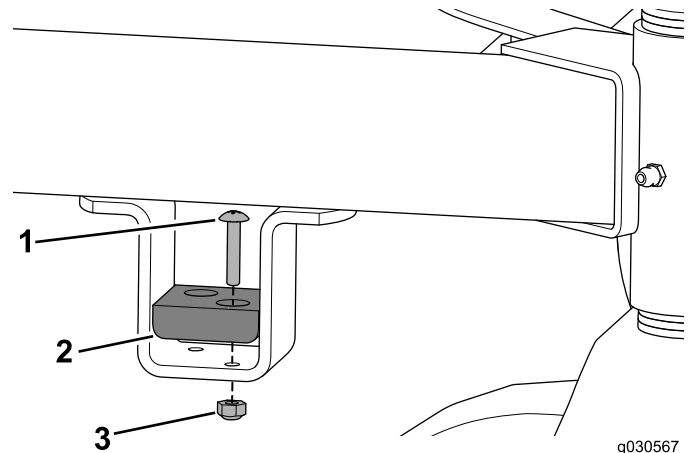

図 14
7. クッションとクッションスパーサをキャリアフレームに固定するねじ #10 x 1 インチ 2本とロックナットを使用する 図 14。